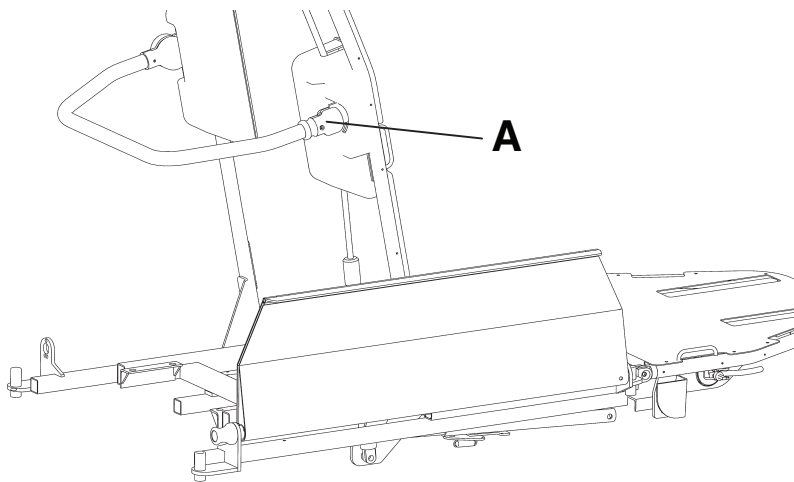

Figura 7 – Botão de liberação vermelho
Para elevar ou baixar a barra de empurrar, apoie a barra de empurrar e puxe o botão de libertação vermelho (A) (Figura 7). Gire a barra de empurrar para a posição totalmente para cima ou para baixo até que bloqueie.